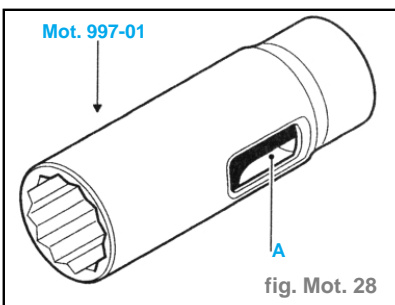

fig. Mot. 28
- Pour la dépose de l'injecteur n°1, utilisation de la clé **Mot. 997-01**. (fig. Mot. 28)
- l'électrovanne en utilisant l'outil **Mot. 997-01**. (fig. Mot. 28)
- Serrer l'actuateur au couple de **3 daN.m** avec la douille **Mot. 997-01**. (fig. Mot. 28)